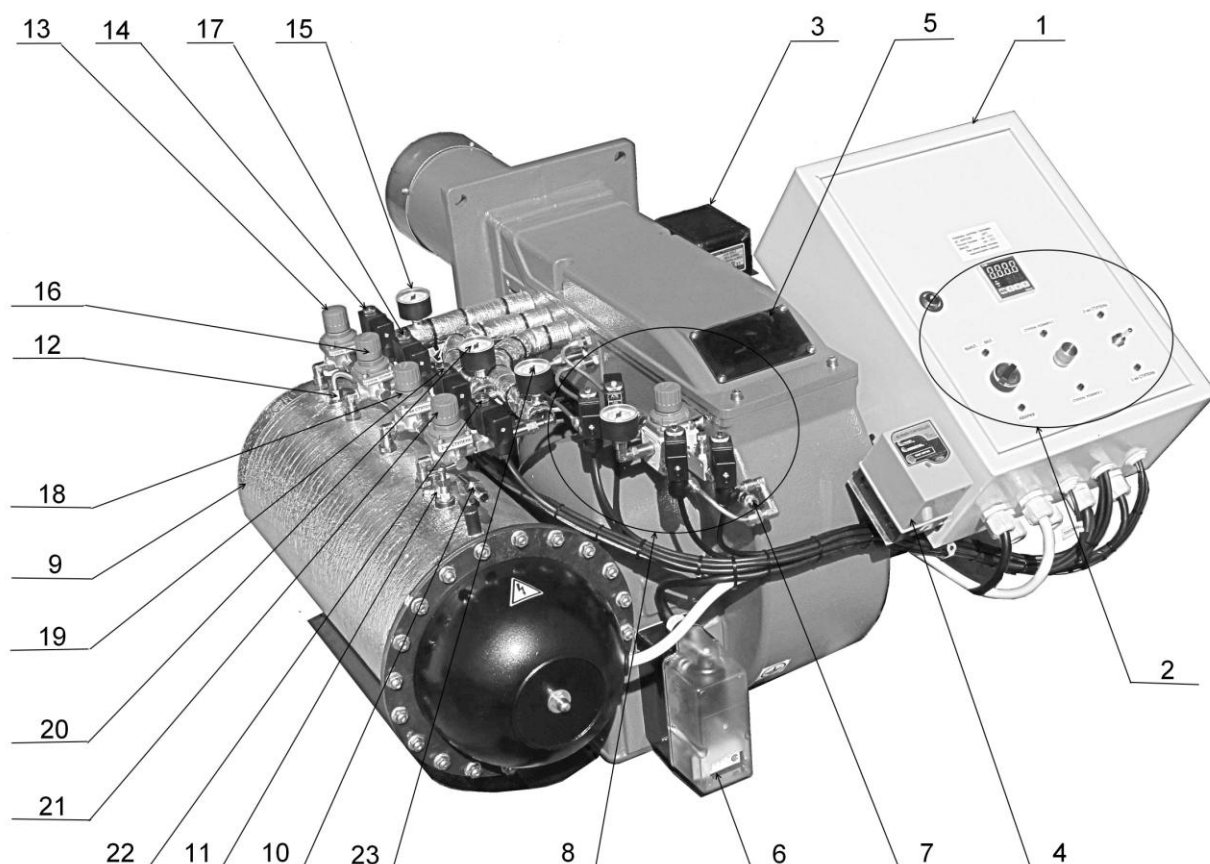
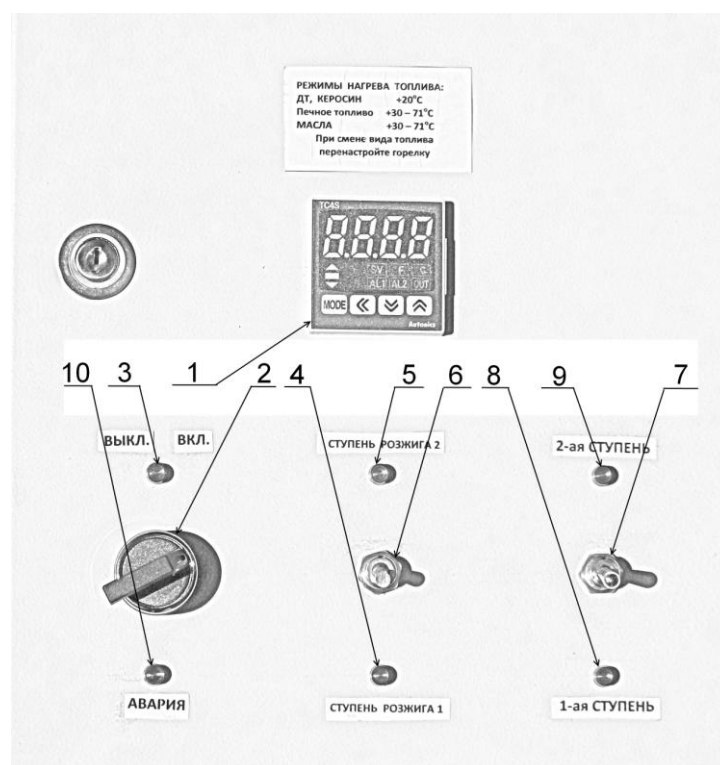
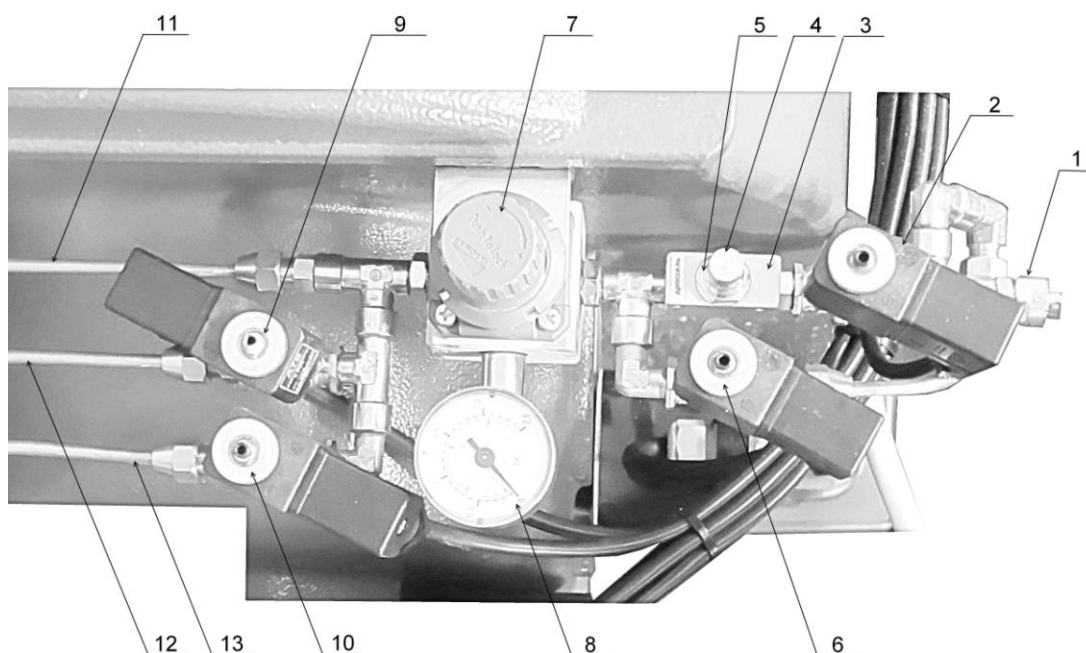
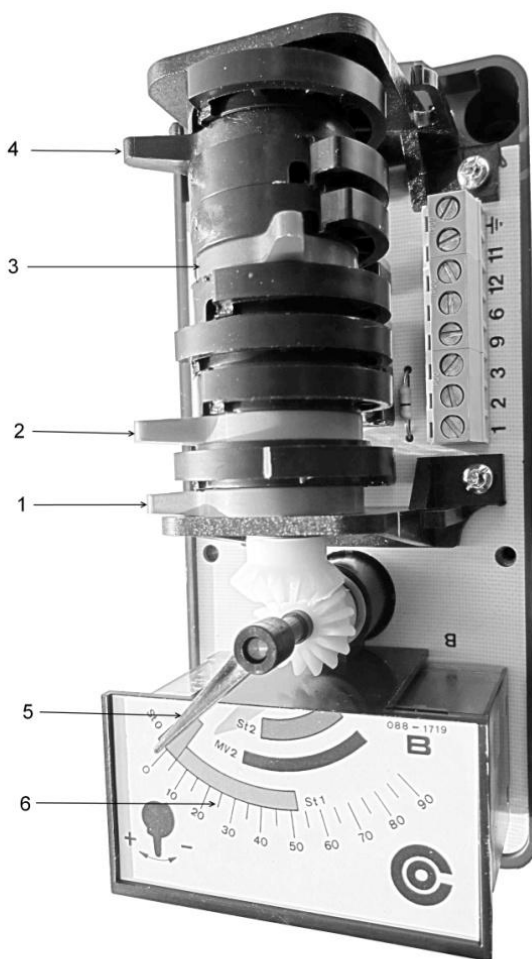

Рис.6. Органы управления и узлы контроля параметров Горелки.
Рис.7. Компоненты управления на электрическом шкафе.
Рис. 11. Блок регулирования первичного воздуха (от компрессора).
Рис. 12. Регулировка вторичного воздуха. Электропривод воздушной заслонки двухступенчатой Горелки.
- присоединить трубопровод от компрессора к пневмолинии Горелки (Рис.6 поз.7);
8. Блок регулирования первичного воздуха (от компрессора) Рис.12
Температурный контроллер используется для точного поддержания оптимальной температуры от 20 до 71 °С топлива в подогревателе топлива (Рис. 7, поз. 9) и подачи команды запуска Горелки на топочный автомат AL1 гаснет при достижении температуры масла 6 °С менее заданной.
Установите электрический переключатель (Рис. 7, поз. 6) в положение вниз ступень розжига 1. Установите давление топлива ступени розжига 1 изначально в пределах от 0,05 до 0,2 бар с помощью регулятора давления топлива ступени розжига (Рис. 6, поз. 13), давление контролируйте по манометру (Рис. 6, поз. 15).
Установите электрический переключатель (Рис. 7, поз. 6) в положение вниз ступень розжига 2, установите давление топлива с помощью регулятора давления ступени розжига 2 (Рис.6 поз.16) от 0,2 до 0,55 бар, давление контролируйте по манометру (Рис. 6, поз. 15), после чего ступень розжига заработает на полную мощность. Выставьте параметры первичного и вторичного воздуха. Рекомендации даны ниже.
Установите электрический переключатель (Рис. 7, поз. 7) в положение 1-ая ступень (вниз). Установите давление топлива 1-ой ступени в пределах от 0,2 до 0,55 бар с помощью регулятора давления топлива первой ступени (Рис. 6, поз. 18), давление контролируйте по манометру (Рис. 6, поз. 20), выставьте параметры первичного и вторичного воздуха. Рекомендации даны ниже.
Установите электрический переключатель (Рис. 7, поз. 7) в положение 2-я ступень (вверх). Установите давление топлива 2-ой ступени от 0,2 до 0,55 бар с помощью регулятора давления топлива второй ступени (Рис. 7, поз. 21), контролируйте давление по манометру (Рис. 7, поз. 23), выставьте параметры первичного и вторичного воздуха рекомендации даны ниже.
Первичный воздух поступает от компрессора по магистрали (Рис. 11 поз.1) , проходит через электромагнитный клапан дросселя (рис.11 поз.2), дроссель (Рис.11 поз.3) и далее с малым давлением на форсунку первой ступени, давление контролируется по манометру (Рис. 11 поз.8). Для увеличения давления поворачивайте регулировочный винт дросселя по часовой стрелке, для уменьшения против часовой, после регулировки зафиксируйте винт контргайкой.
Через 7 секунд, открывается основной электромагнитный клапан первой ступени (Рис.11 поз.6), первичный воздух проходит через регулятор давления (Рис.11 поз.7) и контролируется по манометру (Рис.11 поз.8) и далее на форсунку первой ступени.
Для изменения регулировки давления воздуха поднять верхнюю крышку регулятора давления (рис.11 поз.7) до щелчка, для уменьшения давления воздуха поворачивать против часовой стрелки, для увеличения по часовой. Оптимальное рабочее давления 1,8-2,2 бар, контролируемое по манометру (Рис. 11 поз.8). После регулировки давления опустить верхнюю крышку до щелчка.
Установите электрический переключатель (Рис. 7, поз. 6) в положение ступень розжига 1 (вниз). Установите давление топлива ступени розжига 1 в пределах от 0,05 до 0,2 бар с помощью регулятора давления топлива ступени розжига 1 (Рис.6, поз. 13), давление контролируйте по манометру (Рис. 6, поз. 15), выставьте параметры первичного воздуха (Рис.11 , поз. 3,7) и контролируйте по манометру (Рис. 11, поз. 8) давление для AL-120V, AL-120T 1,8-2,2 бар.
Установите электрический переключатель (Рис. 7, поз. 6) в положение ступень розжига 2 (вверх). Установите давление топлива ступени розжига 2 в пределах от 0,2 до 0,55 бар , с помощью регулятора давления топлива ступени розжига 2 (Рис.6, поз. 16), давление контролируйте по манометру (Рис. 6, поз. 15), выставьте параметры первичного воздуха (Рис.11 , поз. 3,7) и контролируйте по манометру (Рис. 11, поз. 8) давление для AL-120V, AL-120T 1,8-2,2 бар.
Снимите защитный кожух с привода воздушной заслонки (Рис. 6, поз. 6). Синий рычаг положения воздушной заслонки ступени розжига шкала St0 (Рис.12) должен быть положение 0-5. Положение 0 соответствует полностью закрытой заслонке. (Рис.12)
Установите электрический переключатель (Рис. 7, поз. 7) в положение первая ступень (вниз). Установите давление топлива первой ступени в пределах от 0,2 до 0,55 бар с помощью регулятора давления топлива первой ступени (Рис. 6, поз. 18), давление контролируйте по манометру (Рис. 6, поз. 20). Выставьте параметры первичного воздуха (Рис.11 , поз. 7) и контролируйте по манометру (Рис. 7, поз. 8) давление для AL-120V, AL-120T 1,8-2,2 бар. Установите оранжевый рычаг (Рис.12 поз.2) положения воздушной заслонки первой ступени шкала St1 5-50 гр. (Рис.12). Открытие(закрытие) клапана 1-ой ступени происходит автоматически .
Установите электрический переключатель (Рис. 7, поз. 7) в положение вторая ступень (вверх). Установите давление топлива второй ступени в пределах от 0,2 до 0,55 бар с помощью регулятора давления топлива второй ступени (Рис. 6, поз. 21), давление контролируйте по манометру (Рис. 6, поз. 23). Выставьте параметры первичного воздуха (Рис.11 , поз. 7) и контролируйте по манометру (Рис. 11, поз. 8) давление для AL-120V, AL-120T 1,8-2,2 бар. Установите красный рычаг положение 40-90 гр. шкала St2. Это положение воздушной заслонки второй ступени. Черный кулачек (Рис.12 поз.4) открытие(закрытие) клапана 2-ой ступени, должен находиться между оранжевым и красным кулачком, шкала MV2. (Рис.12)
3.4.7 Индикатор АВАРИЯ (Рис.7 поз.10)
Для предотвращения данной ситуации в огневой трубе установлен температурный датчик, отключающий горелку при достижении температуры 90 °С, при этом светится индикатор АВАРИЯ (Рис.7 поз.9) . Для сброса сигнала АВАРИЯ, откройте электрический шкаф горелки и нажмите кнопку АВАРИЯ.
Установите электрический переключатель (Рис. 7, поз. 6) в положение вниз ступень розжига 2. Через 10 секунд открывается электромагнитный клапан (Рис. 6 Поз.17) ступени розжига 2 и давление топлива увеличивается 0,2-0,55 бар. Степень розжига (первая форсунка) выходит на полную мощность. Выставьте параметры первичного воздуха пункт 3.4.4 и контролируйте по манометру (Рис.11, поз. 8) давление для горелки AL-120V и AL-120T 1,8-2,2 бар. Снимите защитный кожух с привода воздушной заслонки (Рис. 6, поз. 6). Синий рычаг положения воздушной заслонки ступени розжига (Рис.12 поз.1) должен быть положение 0-5 гр. , шкала St-0. Перемещение синего рычага осуществляется его смещением (Рис.12). Положение 0 соответствует закрытой заслонке. Запустите Горелку п. 3.5. Горелка должна запускаться на ступени розжига без хлопков.
Возьмите отбор проб на сажное число, если сажное число менее 1, необходимо уменьшить подачу вторичного воздуха, перемещая синий рычаг влево, если больше - вправо но, не выходя за синюю зону шкалы St0. (Рис. 12). Оптимальное значение сажного числа 1-3.
Установите электрический переключатель (Рис. 7, поз. 6) в положение первая ступень (вниз). Установите давление топлива первой ступени в пределах от 0,2 до 0,55 бар с помощью регулятора давления топлива первой ступени (Рис. 6, поз. 18), давление контролируйте по манометру (Рис. 6, поз. 20). Выставьте параметры первичного воздуха (Рис.11 , поз. 7) и контролируйте по манометру (Рис. 11, поз. 8) давление для AL-120V, AL-120T 1,8-2,2 бар. Установите оранжевый рычаг положения воздушной заслонки первой ступени (Рис.12 поз.2) на 5-50. Автоматическое открытие(закрытие) клапана 1-ой ступени обеспечивает плавный переход со ступени розжига на первую ступень.
Возьмите отбор проб, если содержание CO₂ в отходящих газах отличается от 11-13% проведите регулировку вторичного воздуха (Рис. 12).
Возьмите отбор проб на сажное число, если сажное число менее 1, необходимо уменьшить подачу вторичного воздуха, перемещая оранжевый рычаг влево, если больше - вправо шкала St1. (Рис. 12). Оптимальное значение сажного числа 1-3.
Установите электрический переключатель (Рис. 7, поз. 6) в положение вторая ступень (вверх). Установите давление топлива второй ступени в пределах от 0,2 до 0,55 бар с помощью регулятора давления топлива второй ступени (Рис. 6, поз. 21), давление контролируйте по манометру (Рис. 6, поз. 23). Выставьте параметры первичного воздуха (Рис.11 , поз. 7) и контролируйте по манометру (Рис. 11, поз. 8) давление для AL-120V, AL-120T 1,8-2,2 бар. Установите красный рычаг положения воздушной заслонки первой ступени (Рис.12 поз.3) должно быть 40-90 гр.
Черный кулачек (Рис.12 поз.4) шкала MV2 открытие(закрытие) топливного клапана 2-ой ступени (Рис. Поз.) должен быть между оранжевым и красным кулачком (Рис.12), положение черного кулачка должно обеспечивать плавный переход с первой ступени на вторую ступень и обратно.
Возьмите отбор проб на сажное число, если сажное число менее 1, необходимо уменьшить подачу вторичного воздуха, перемещая красный рычаг влево, если больше - вправо но, не выходя шкалу St2. (Рис. 12). Оптимальное значение сажного числа 1-3.